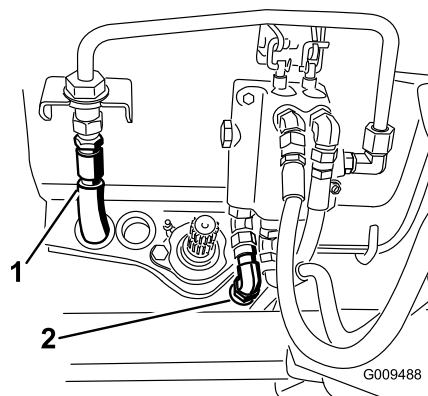

Figure 78
15. Débranchez le flexible de réservoir de la conduite rigide du distributeur (Figure 78). Bouchez le flexible et le raccord. Ramenez le flexible de réservoir vers l'arrière du cadre.
16. Débranchez le flexible de pression du distributeur (Figure 78). Bouchez le flexible et le raccord. Ramenez le flexible vers l'arrière du cadre.